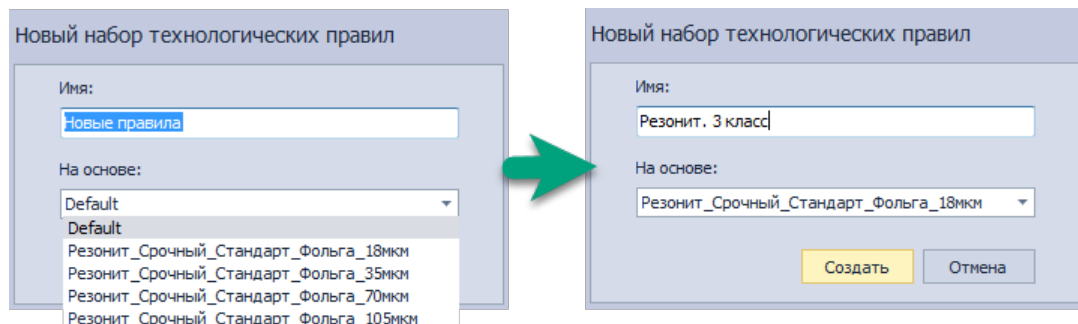

Рис. 458 Окно ввода имени новых технологических правил и выбора шаблона
2. Откроется форма с полем ввода имени новых правил (шаблона правил) и выпадающим списком шаблонов существующих правил, см. Рис. 458. В списке необходимо выбрать шаблон, на основе которого будут созданы новые правила. По умолчанию выбран шаблон правил – "Default". После ввода имени и выбора шаблона, на основании которого будет создан новый шаблон правил, нажмите «Создать».